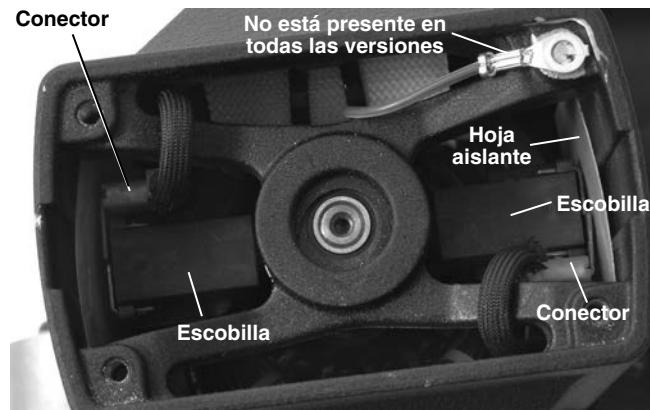

Figura 26 – Colocación de las escobillas, una vez retirada la tapa del motor
3. Con alicates, agarre el alojamiento de cada escobilla y extrágalo en forma recta hacia afuera. Desconecte el conector eléctrico. (*Vea la Figura 26.*)